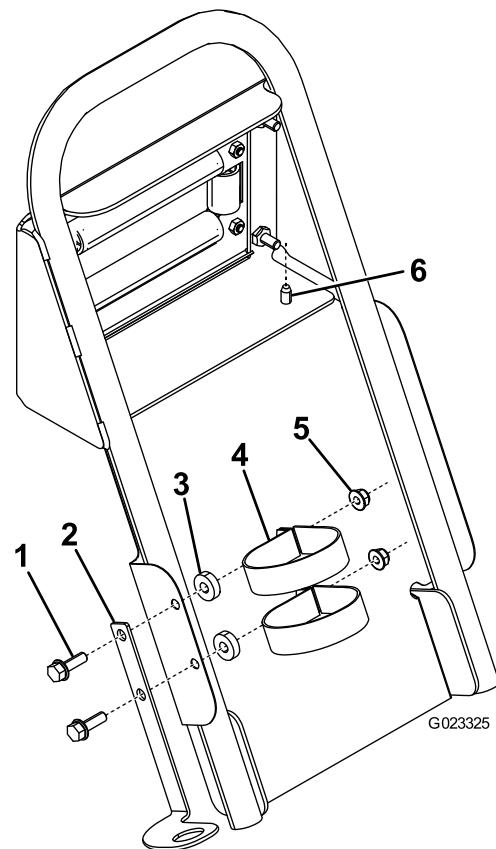

Figura 9
7. Prenda a parte superior do resguardo de lama à pega utilizando 2 parafusos auto-rosantes (Figura 9).
8. Coloque o suporte da pistola de pulverização ao resguardo de lama como se mostra em Figura 9.